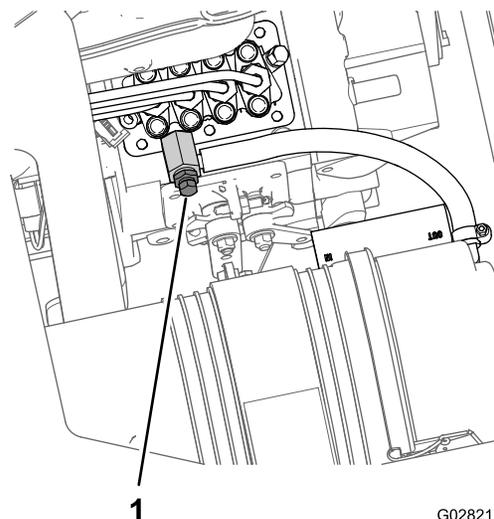

Figura 74
8. Allineate la bacinella di spurgo sotto la porzione della pompa di iniezione del carburante del motore (Figura 74).
9. Aprite la vite di spurgo dell'aria nella pompa di iniezione del carburante (Figura 74).
11. Lasciate la chiave in posizione di ACCENSIONE fino a quando non fuoriesce un flusso costante di carburante attorno alla vite di spurgo dell'aria (Figura 74).
12. Serrate la vite di spurgo dell'aria (Figura 74) e ruotate la chiave in posizione di SPEGNIMENTO.